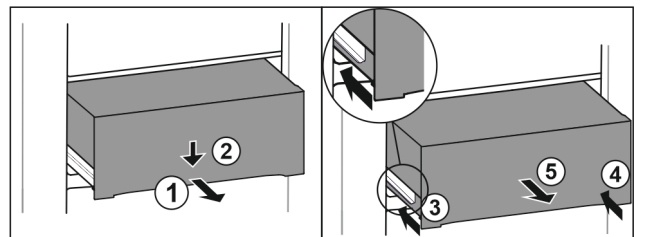

Fig. 226
- Schubfach halb herausziehen. Fig. 226 (1)
- Schubfach an der Vorderseite nach unten drücken. Fig. 226 (2)
- Linke Schiene etwa 2 cm einschieben. Fig. 226 (3)
- Rechte Schiene etwa 2 cm einschieben. Fig. 226 (4)
- Schubfach nach vorne entnehmen. Fig. 226 (5)